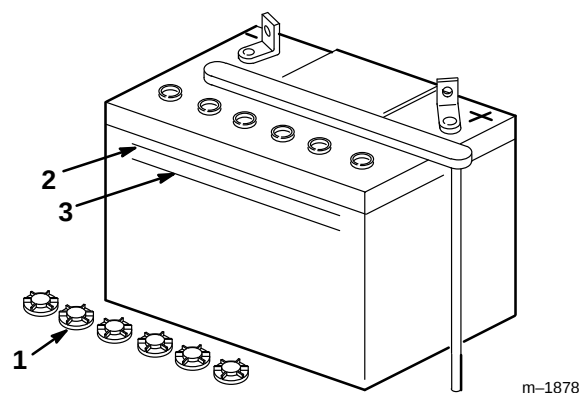

Abbildung 22
2. Auf die Seite der Batterie sehen. Die Füllsäure muß bis zur OBEREN Linie reichen (Abb. 22). Die Säure darf nicht unter die UNTERE Linie fallen (Abb. 22).
2. Die Verschlußdeckel losschrauben (Abb. 22).
3. Langsam in jede Batteriezelle destilliertes Wasser gießen, bis der Flüssigkeitsstand die OBERE Linie (Abb. 22) am Batteriegehäuse erreicht.